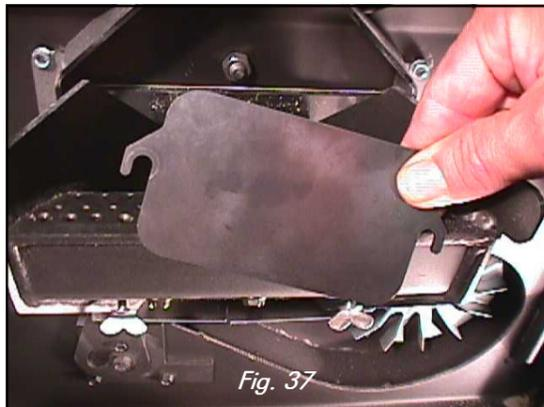

Fig. 37
3. Faire glisser le couvercle de la trappe de visite (Fig. 37) pour accéder à l'intérieur du brûleur. (Fig. 38)